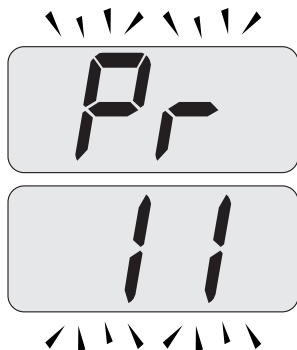

Figura 5.53
- Scorrere i vari parametri utilizzando i tasti 16 o 17 fino a far apparire sul display LCD le lettere **Pr** che si alternano con il codice **11**, indicanti l'entrata nel "parametro 11" (Figura 5.53).
- Premendo contemporaneamente i tasti 15 e 16 (Figura 5.51) si esce senza modificare il valore (ritorno alla lista parametri Figura 5.53)